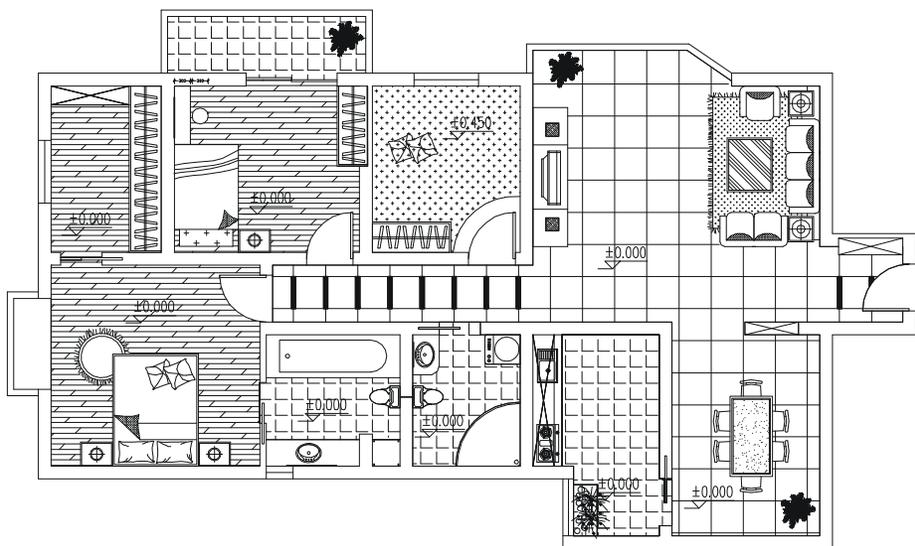

图 6-1-80
**STEP 04** 其他的标高可以用复制命令 COPY 复制已绘制好的标高, 再双击其数字, 在弹出的编辑对话框中将其修改为需要的数字即可, 绘制所有标高如图 6-1-80 所示。